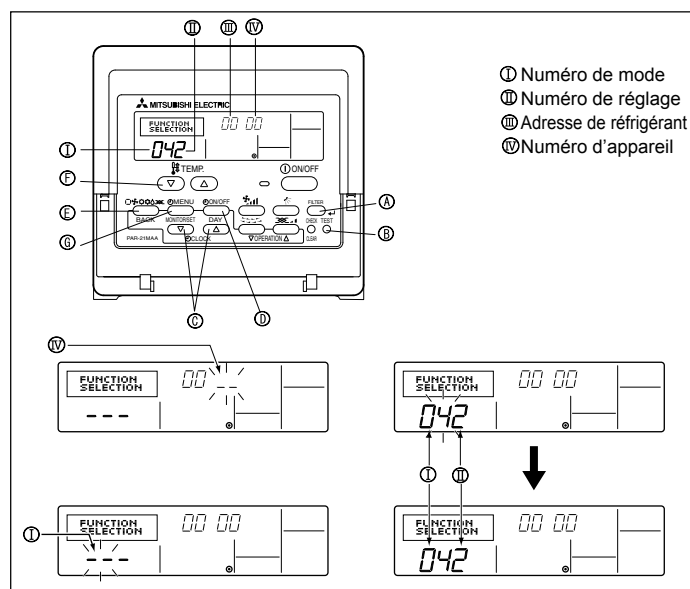

Fig. 6-6
1) Pour la télécommande à fil (Fig. 6-6)